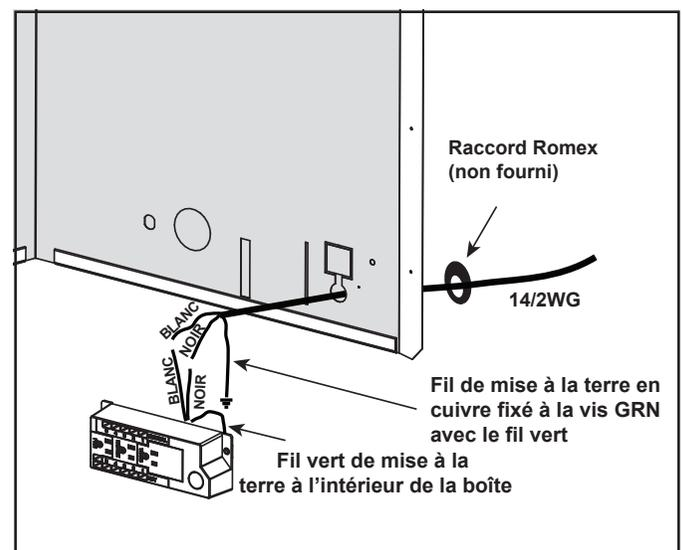

Figure 8.1 Détails de la boîte de jonction
- Enlevez la vis retenant la boîte de jonction au boîtier extérieur, tournez la boîte de jonction pour le dégager du boîtier extérieur (voir la figure 8.1).
- Introduisez les fils électriques depuis l'extérieur de l'appareil par cette ouverture, jusqu'au compartiment de vanne, et fixez avec un connecteur Romex. Voir la figure 8.1.